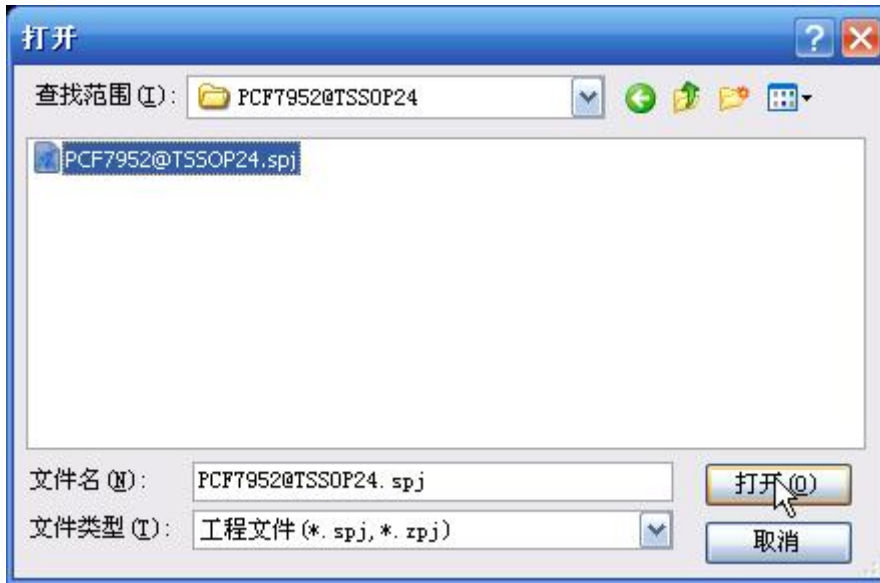

图 2.7.2 打开工程
- c. 下次烧录时，点击工具栏中的“打开工程” ，如图 2.7.2 所示。
- b. 生产线打开工程文件夹里的工程文件，如图 2.7.2 所示；